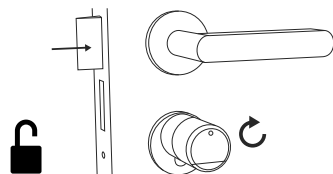
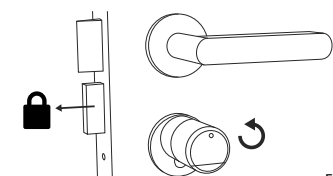

Fig. 5
Fig. 6
- 3 Se la combinazione di numeri inserita è corretta, il simbolo di stato del cilindro (⊙) si accende e la porta può essere sbloccata (Fig. 5) o bloccata (Fig. 6).